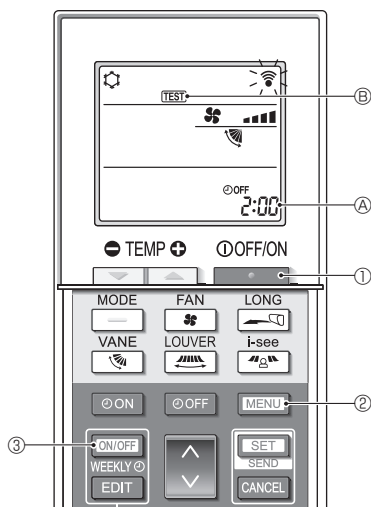

Fig. 7-5
■ Prueba de funcionamiento (Fig. 7-5)
- Pulse el botón ① para detener el acondicionador de aire.
- Si el temporizador semanal está activado (se muestra **WEEKLY**), pulse el botón ③ para desactivarlo (no se muestra **WEEKLY**).
- Pulse el botón ② durante 5 segundos.
- Pulse el botón ②.
- Se muestra **TEST** ⑥ y la unidad entra en el modo de prueba de funcionamiento.
- ①: Cambie el modo de funcionamiento entre refrigeración y calefacción e inicie la prueba de funcionamiento.
- ③: Cambie la velocidad del ventilador e inicie la prueba de funcionamiento.
- ④: Cambie la dirección del flujo de aire e inicie la prueba de funcionamiento.